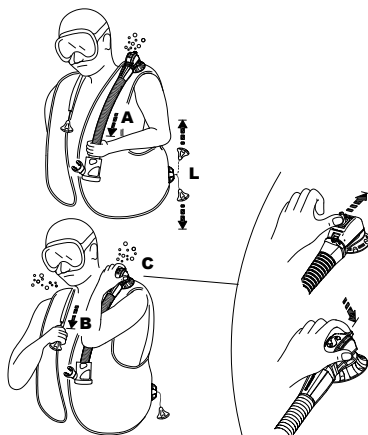

fig. 7
- a. tragerea usoara a furtunului ondulat a inflatorului (fig. 7 - A).
- b. impingerea pinului ce iese din carcasa supapei (fig. 7 - C) (Patentat): acest sistem poate fi util si pentru a evacua aerul din vesta altui scafandru atunci cand acesta se afla in dificultate (este incepator, in panica sau incostient, etc.).
- Supapa manuala de evacuare (Patentata) SCUBAPRO® are un buton de siguranta ce atunci cand este apasat (fig. 7 - C) va elibera aerul in cazul in care Sistemul Supapei Manuale nu functioneaza (este rupt cablul sau pinul, etc), sau atunci cand respiram prin Air 2.
Supapa de evacuare de pe umarul drept (fig. 7-B)
Supapa de pe umarul drept, daca este prezenta, poate fi activata prin tragerea usoara a butonului ce este conectat la supapa printr-un snur (fig. 7 - B). Pentru a activa supapa de evacuare manuala, pozitionati supapa in cel mai inalt punct pentru ca aerul sa poata iesi din vesta. Activati supapa de evacuare pana ce atingeti flotabilitatea dorita. Pentru a inchide supapa nu mai trageți/apasati (fig. 7 - B).
Supapa manuala de evacuare - pozitionata in partea dreapta jos (fig. 7 - L)
Sistemele cu debit maxim de evacuare a gazului sunt supapa de pe umarul drept fig. (7-B) si supapa din parte dreapta de jos (fig 7-L).